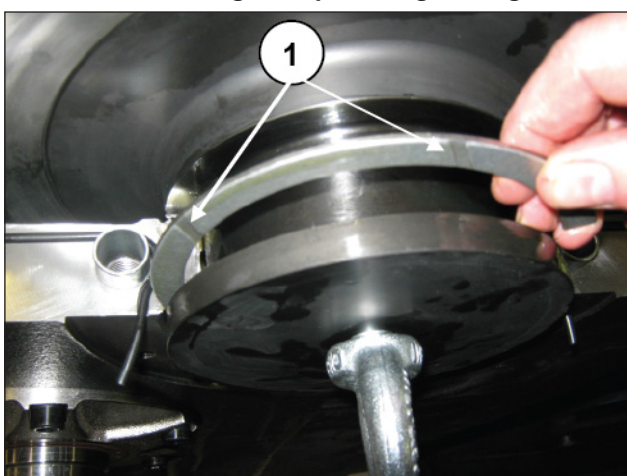

Fig. 101
Gli anelli di spallamento devono essere montati avendo l'accortezza di posizionare gli scarichi del piano verso gli spallamenti interno ed esterno dell'albero a gomiti (pos. ①, Fig. 99 e Fig. 101).